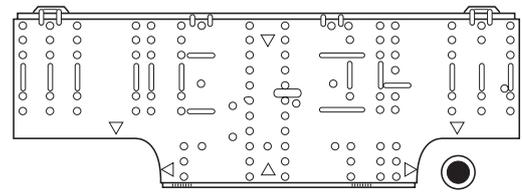

Fig. 3-19
- (1) Attaccare il pannello posteriore alla parete con le 10 viti in dotazione. (Fig. 3-19). Se non si riesce ad allineare i fori sul pannello posteriore con le posizioni marcate sulla parete, sistemare dispositivi di fissaggio Rawl Plug o tiranti con dadi ad alette espansibili nei fori del pannello. In alternativa, praticare fori da 5 mm di diametro nel pannello in corrispondenza delle posizioni dei perni e quindi montare il pannello posteriore.